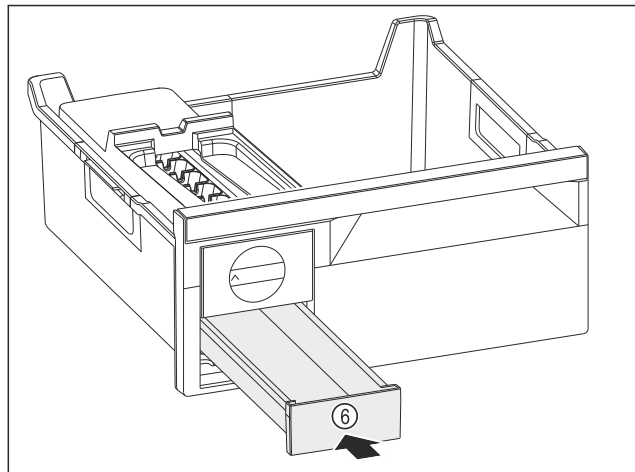

Fig. 81
- ▶ Вдвиньте выдвижной ящик для кубиков льда Fig. 81 (6).